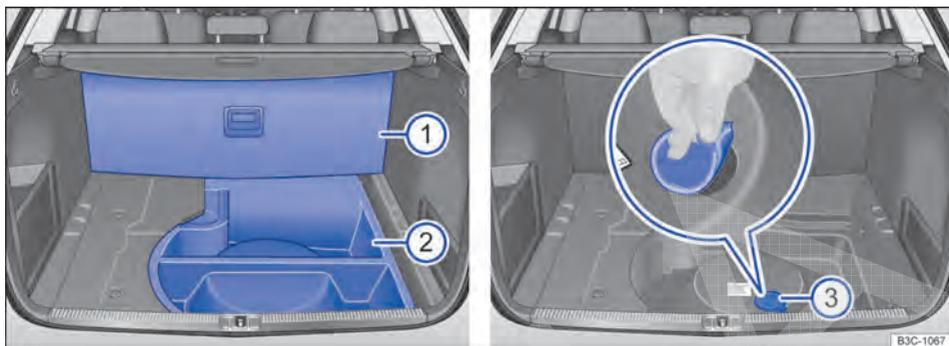
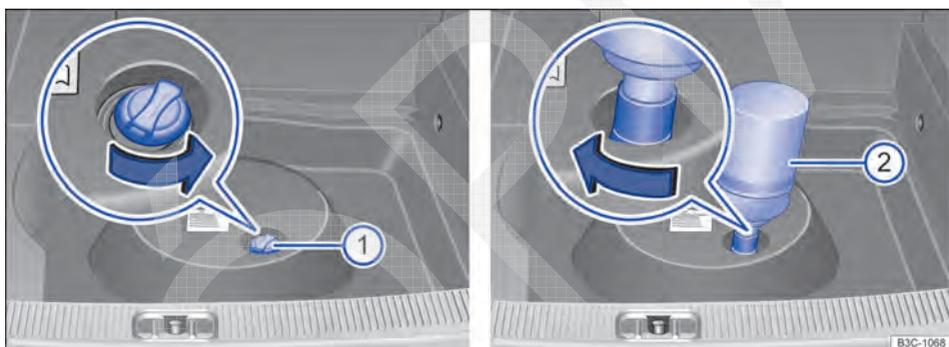

Fig. 196 Compartimento de bagagem com peça de espuma e reservatório de AdBlue.
Fig. 197 Embaixo da peça de espuma no compartimento de bagagem: tanque AdBlue com tampa do bocal de abastecimento e frasco de reabastecimento.
- Rebater o revestimento do assoalho ⇒ Fig. 196 (1) para cima e empurrá-lo para trás.
- Remover a peça de espuma (2).
- Retirar a vedação (3) do reservatório de AdBlue®.
- Girar a tampa do bocal de abastecimento do reservatório ⇒ Fig. 197 (1) no sentido anti-horário.
- Girar a tampa do bocal de abastecimento do reservatório ① no sentido horário até que ela se encaixe.
- Inserir a vedação cuidadosamente ⇒ Fig. 196 ③.